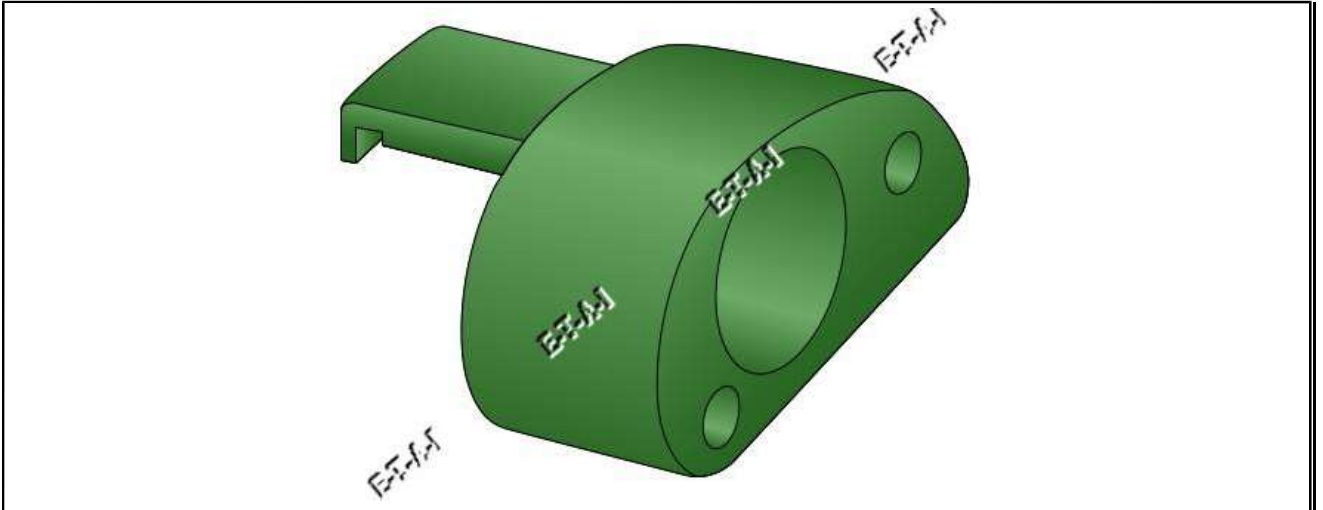

Fig.5
- Outil spécial : (0109-A)Fig.5